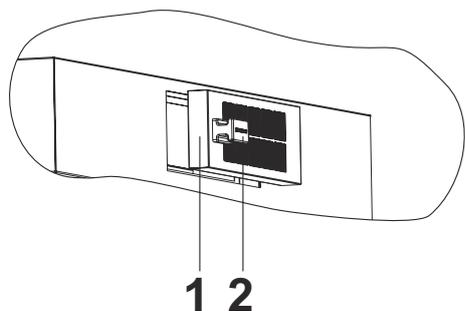

Fig. 6
1. ➔ Rimuovere il filtro a carboni attivi ((Fig. 6/ 1) con il magnete di ritenuta. (Fig. 6).